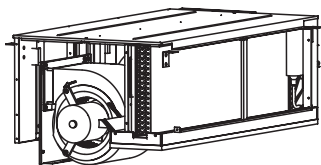

Рис. 7
- 1) Поднимите узел двигателя вентилятора так, чтобы края узла касались направляющих рельсов. Для этого нужно два человека (рис. 7).